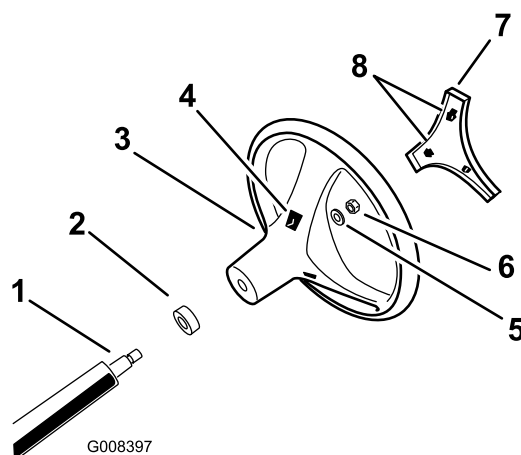

Figura 3
4. Fixați volanul cu contrapiulia, strângând-o la un cuplu de 24 – 29 N·m, aa cum este indicat în Figura 3.
5. Aliniați proeminențele capacului cu fantele de pe volan și fixați capacul pe butucul volanului (Figura 3).